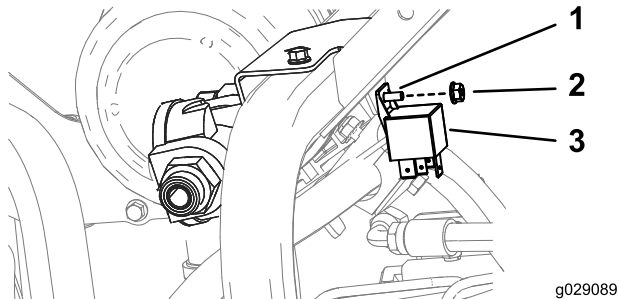

Figura 13
4. Instale el relé como se muestra en Figura 13.